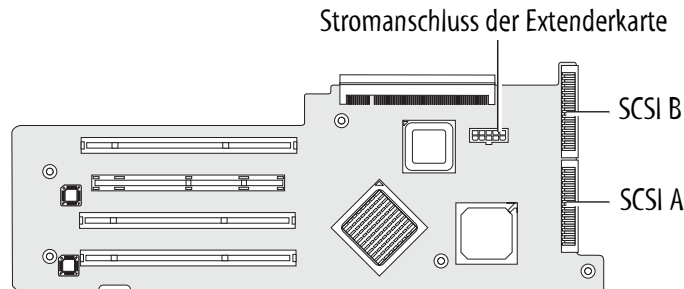

ABBILDUNG 4-26 Kabelanschlüsse der Extenderkarte
6. Ziehen Sie das SCSI-Datenkabel und den Stromkabelstecker an der Extenderkarte ab (siehe ABBILDUNG 4-26).